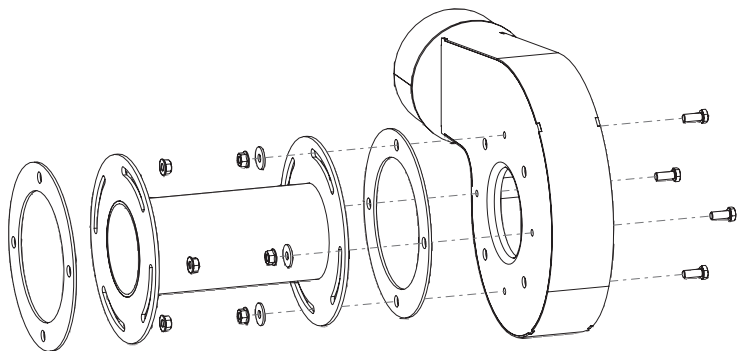

Fig. 79 Montare l'alloggiamento del ventilatore sull'adattatore
- Inserire dapprima le 4 viti a testa esagonale M8x16 allegate nell'alloggiamento del ventilatore dall'interno, quindi fissare l'alloggiamento del ventilatore all'adattatore con la guarnizione, 4 dadi e le rondelle – Fig. 79.